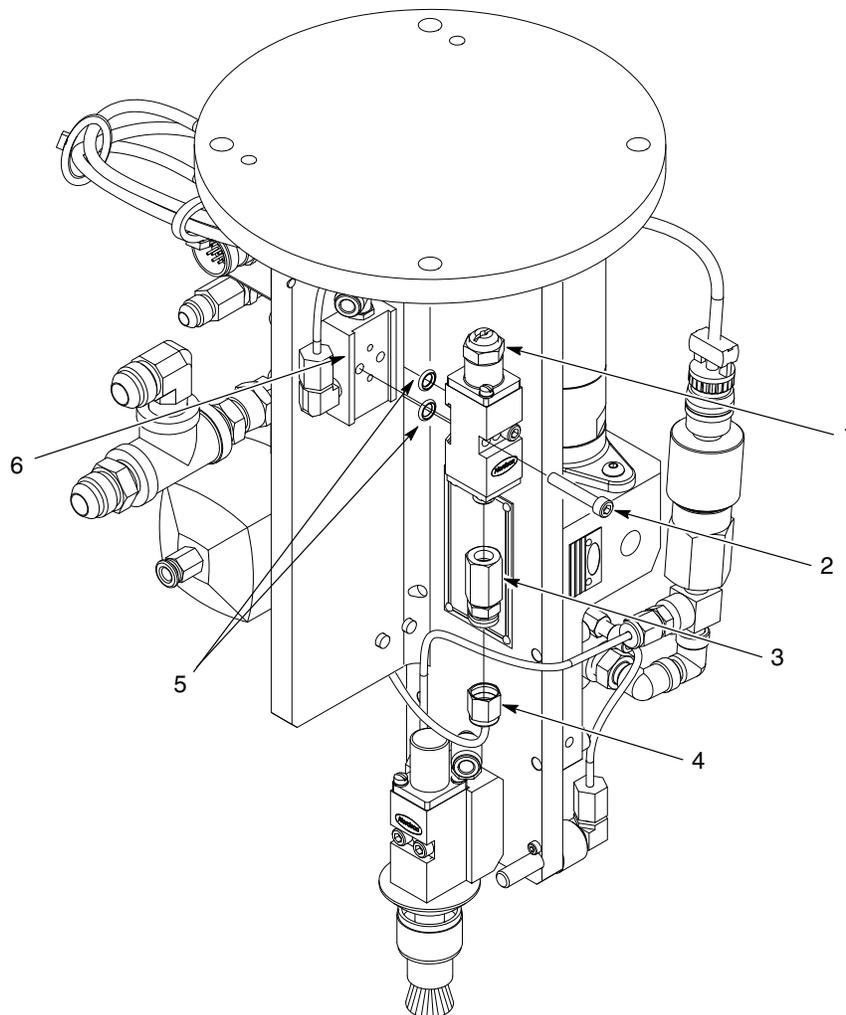

Abb. 2 Lösungsmittelventil
2. Siehe Abb. 2. Einen Abfallbehälter unter die Lösungsmittelleitung (4) stellen. Die Lösungsmittelleitung von der Anschlussverschraubung (3) trennen.
3. Die Schrauben (2) abnehmen, mit denen das Lösungsmittelventil (1) am Verteilerblock (6) befestigt ist.
4. Die O-Ringe (5) vom Lösungsmittelventil (1) abnehmen. Die O-Ringe entsorgen.
5. Die Verschraubung (3) vom Lösungsmittelventil (1) abnehmen.